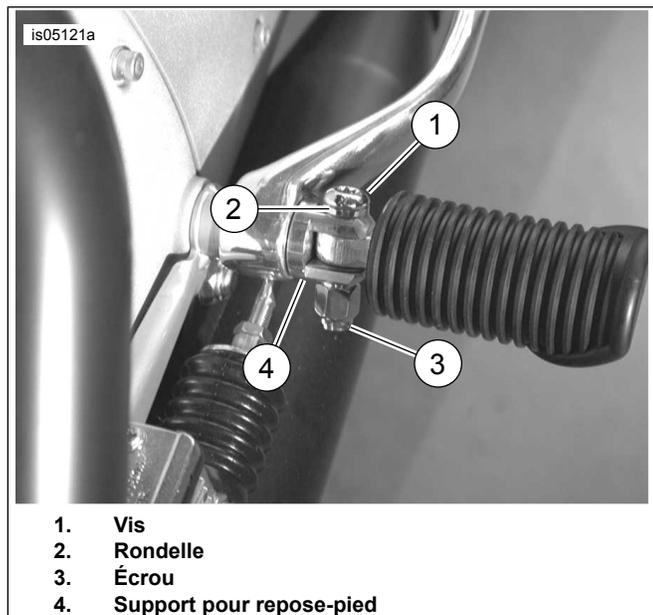

Figure 2. Installation de vis de repose-pieds
2. Voir la Figure 2. Installez le repose-pieds avec **une nouvelle** rondelle (2) et une vis (1).
3. Installez le **nouvel** écrou (3). Serrer.